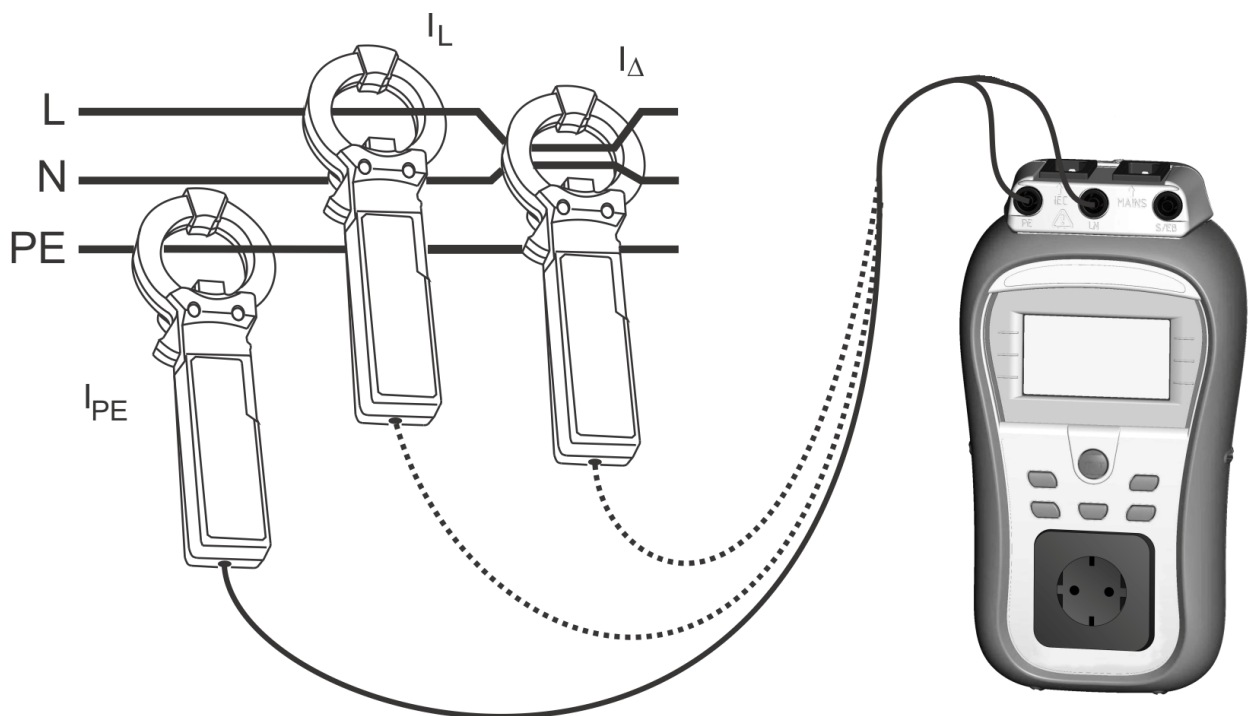

Abbildung 5.44: Stromzangenmessung
- Schließen Sie die Stromzange am Gerät an (siehe **Abbildung 5.44**).